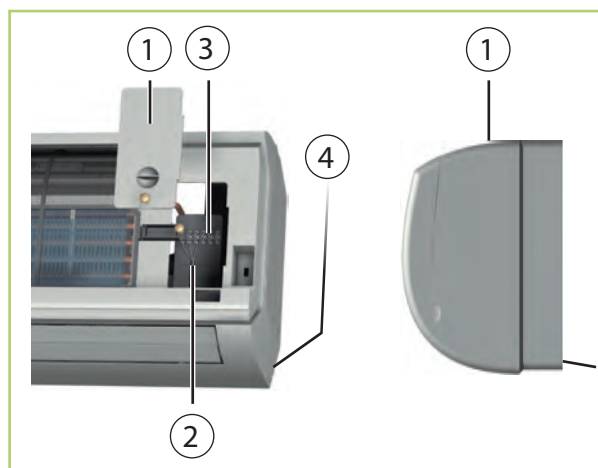
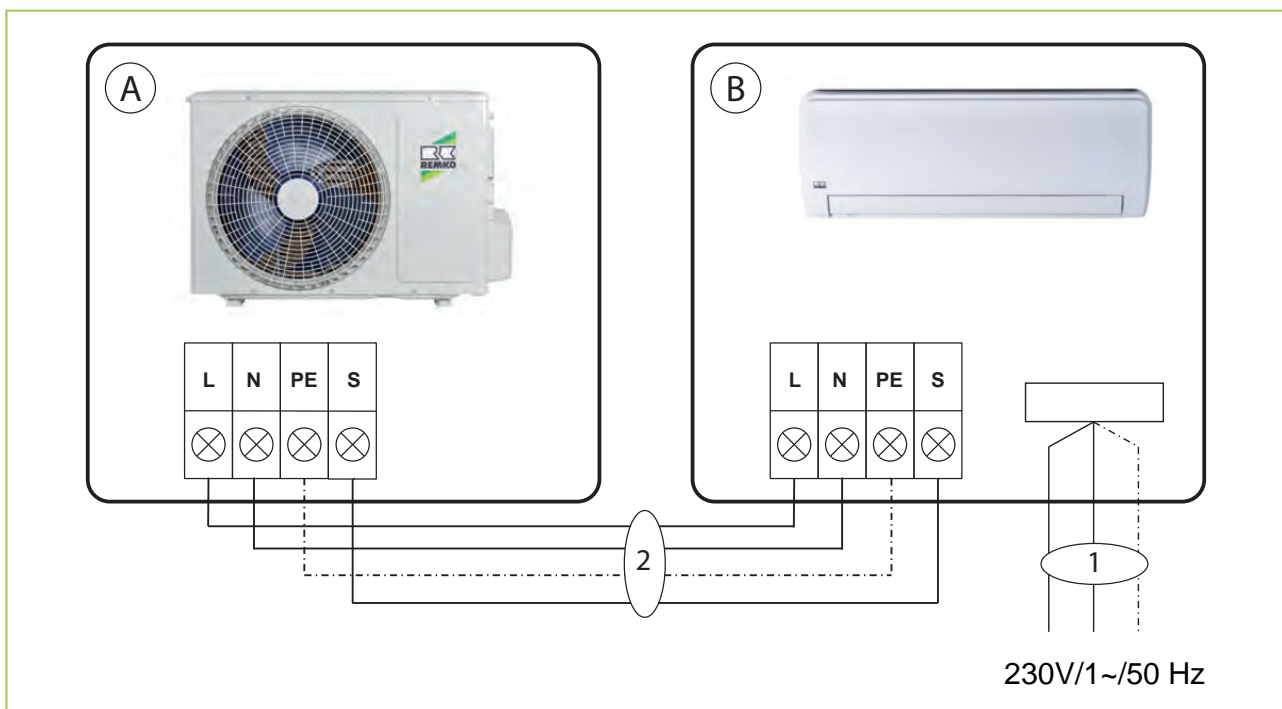

Abb. 29: Anschluss des Innengerätes
Abb. 31: Elektrisches Anschlussschema
3. ➤ Lösen Sie die Abdeckungen auf der rechten Seite (Abb. 29).
4. ➤ Klemmen Sie die bauseits verlegte Netzzuleitung und Steuerleitung an den Klemmen an (Abb. 29). Siehe auch "Elektrisches Anschlussschema" (Abb. 31).